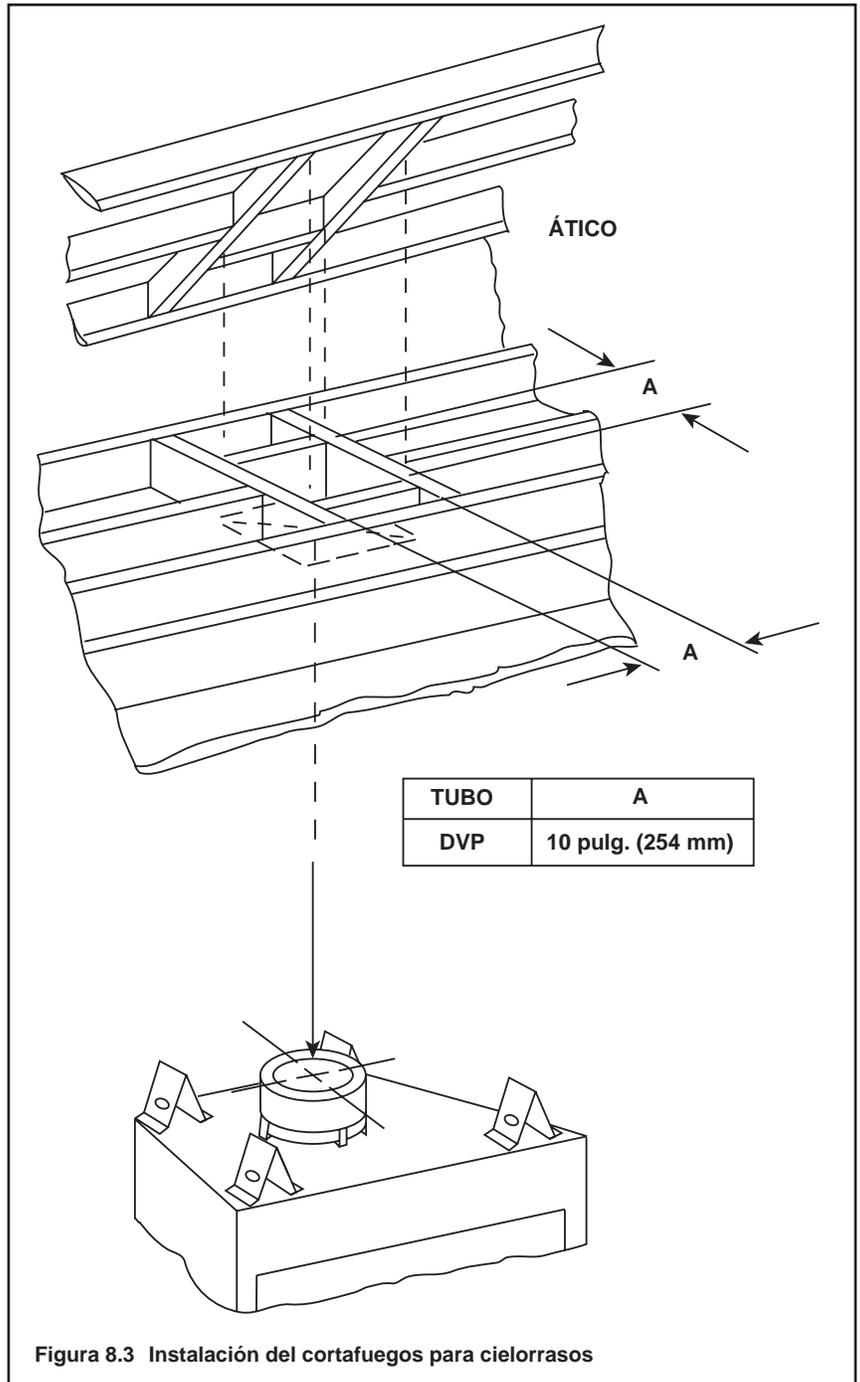

Figura 8.3 Instalación del cortafuegos para cielorrasos
- **Solamente tubo DVP** - Enmarque una abertura de 10 pulg. x 10 pulg. (254 mm x 254 mm) si el tubo de escape penetra un cielorraso/piso (consulte la Figura 8.3).